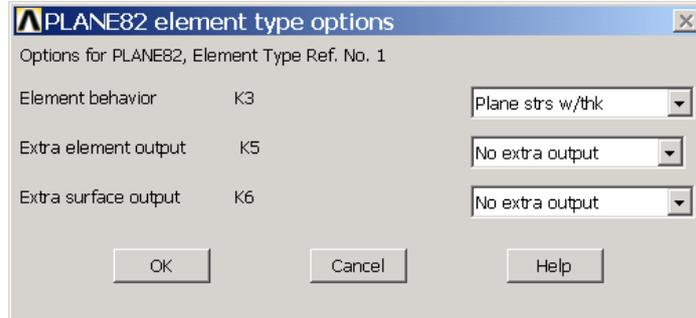

图1.25 【PLANE82 element type options】对话框
(5) 单击【Element Types】对话框上面的【Options】按钮，弹出如图 1.25 所示的【PLANE82 element type options】对话框。